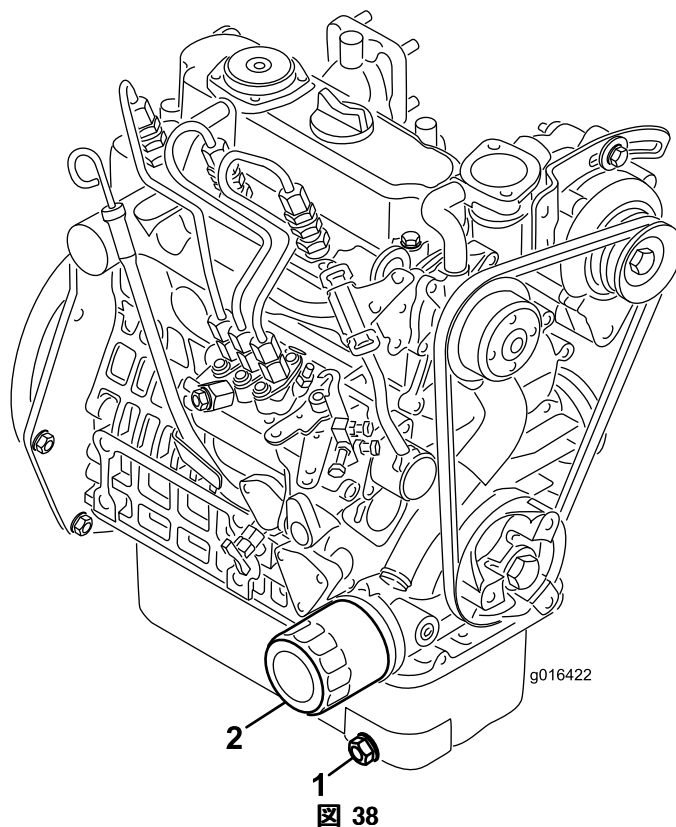

図 38
1. ドレンプラグ (図 38) を外してオイルを容器に受ける。オイルが抜けたらドレンプラグを取り付ける。